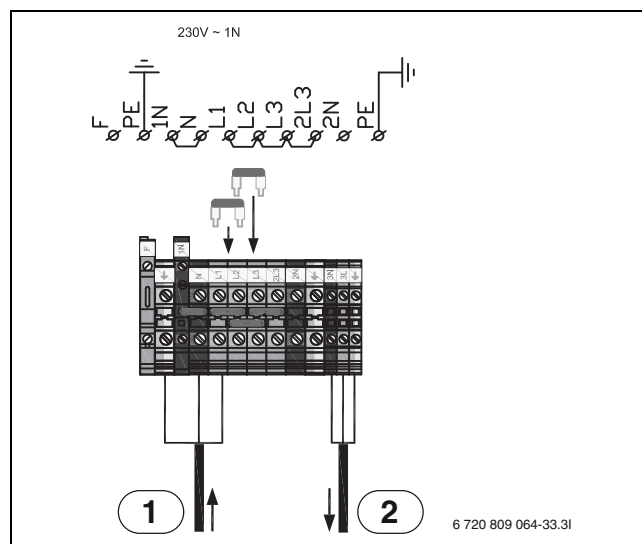

Fig. 42 Conexión eléctrica alternativa para la resistencia eléctrica integrada, ~1N
► Colocar un tubo de conexión entre L1-L2 y L2-L3 (véase fig. 42).